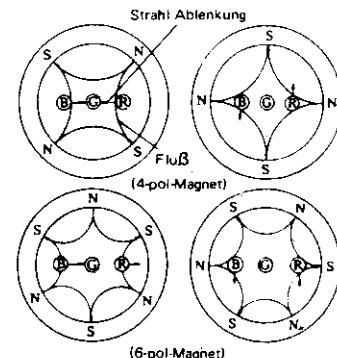

Abb. 9
2. Die Justierung des 6-Pol-Magneten verschiebt den roten und blauen Strahl in die gleiche Richtung. Der relative Winkel zwischen zwei Elementen bestimmt das Maß der Verschiebung, während die Drehung zweier kombinierter 6-Pol-Magnete den Drehsinn beeinflußt. (Abb. 9)